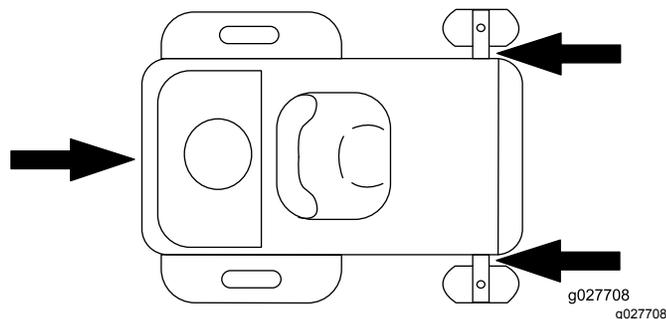

Figure 22
- Arrimez la machine près des roues pivotantes avant et du pare-chocs arrière (Figure 22).